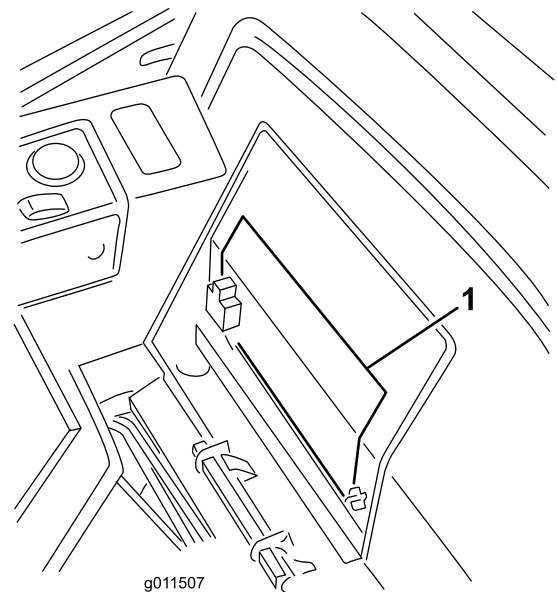

Bild 56
2. Entfernen Sie die Batterieabdeckung (Bild 56).